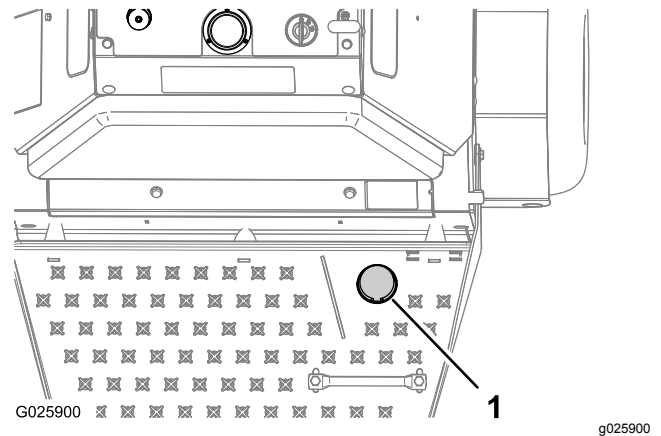

Figura 17
2. Pise el interruptor de elevación de los taladros para bajar los taladros (Figura 17).
3. Pise el interruptor y mueva las palancas de control de movimiento hacia adelante para airear (Figura 17).
Para elevar los taladros, quite el pie del interruptor de elevación de los taladros (Figura 17).